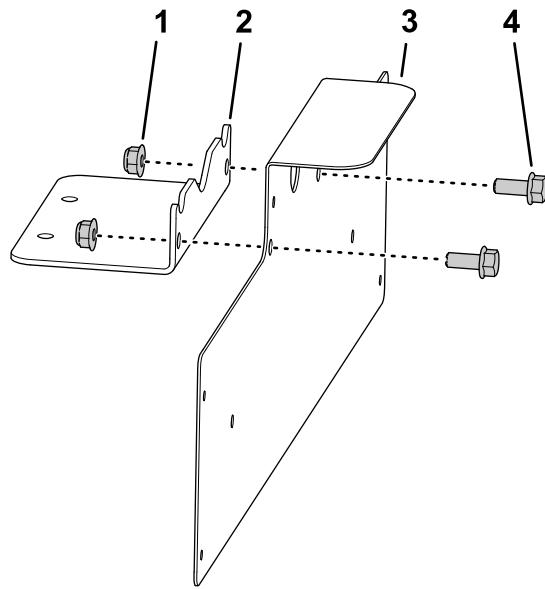

Figure 52
1. Fixez le support de plaque d'immatriculation à la patte de support à l'aide de 2 boulons à embase (5/16" x 3/4") et de 2 contre-écrous à embase (5/16"), comme montré à la Figure 52.